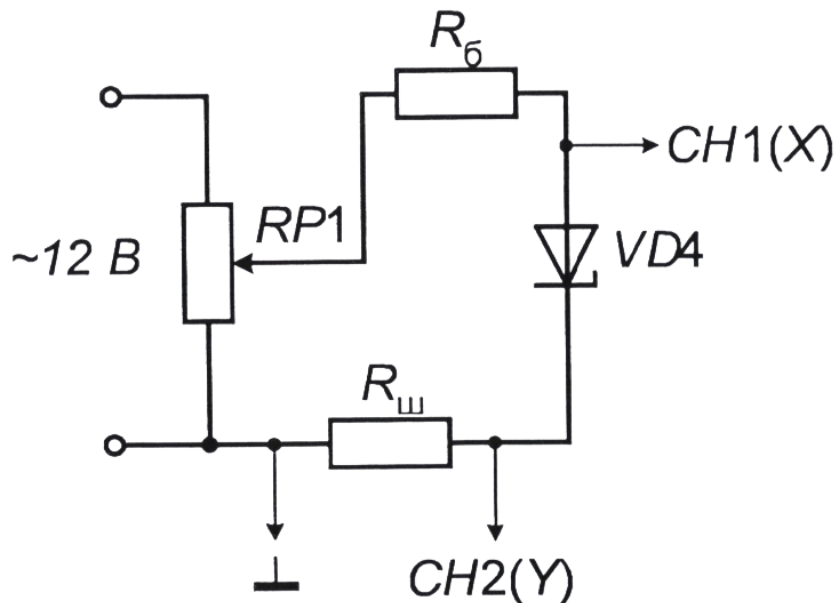

Рис. 6.5. Схема для исследования стабилитрона
Собрать схему для исследования стабилитрона VD4 на переменном токе (рис. 6.5). Соединить перемычкой гнезда X5 – X9. Вход CH2(Y) осциллографа подключить к шунту $R_{ш}$ (гнездо X13), а корпус осциллографа «L» соединить с гнездом